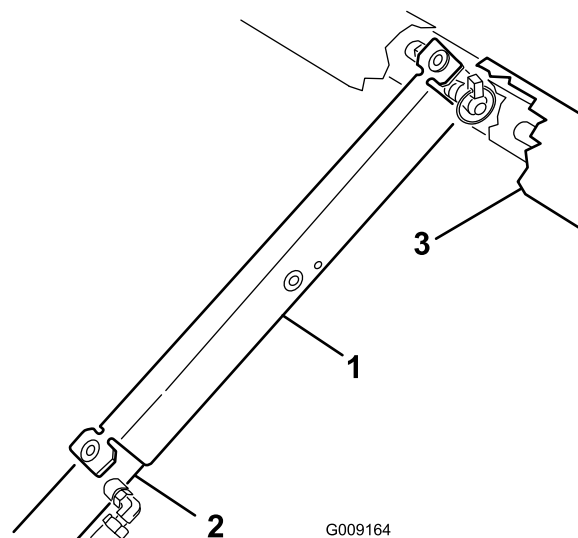

図 101
9. サポートをシリンダロッドにはめ込み、サポートの端部でシリンダバレルの端と昇降シリンダのロッドの端を確実に支える 図 101。